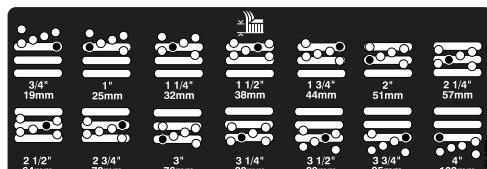

図 4
5. 希望の刈り高にチェンバを合わせ、その刈り高の穴とスロットにスペーサを通す（図 4）。